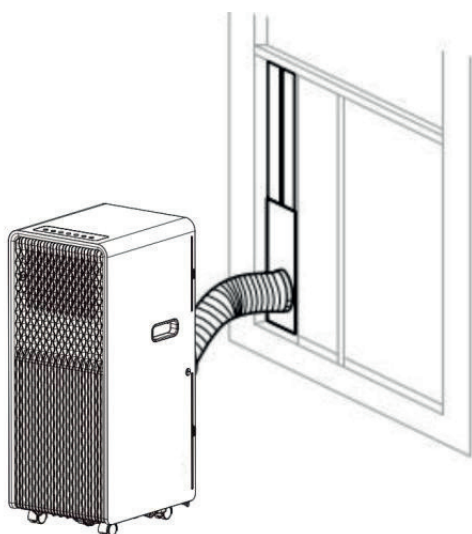
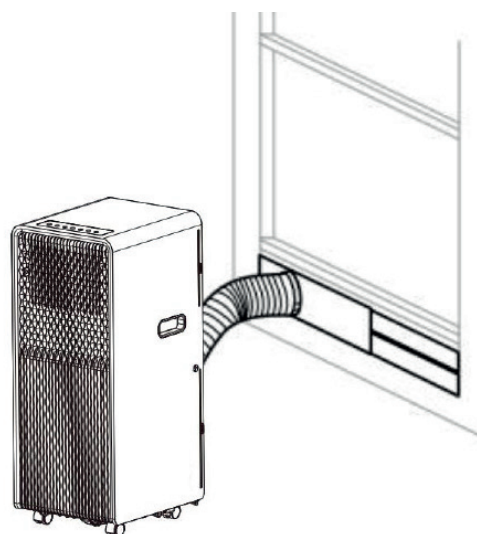

Fig. 2
Fig. 2a
- 2) Come mostrato nella Fig. 2 e Fig. 2a, installare il tubo di scarico e regolare correttamente la posizione della finestra.